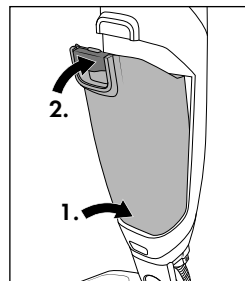

Fig. 15
- ◆ Sæt støvbeholderen 10 på motorenheden 8, indtil den klikker hørbart på plads (se fig. 15).